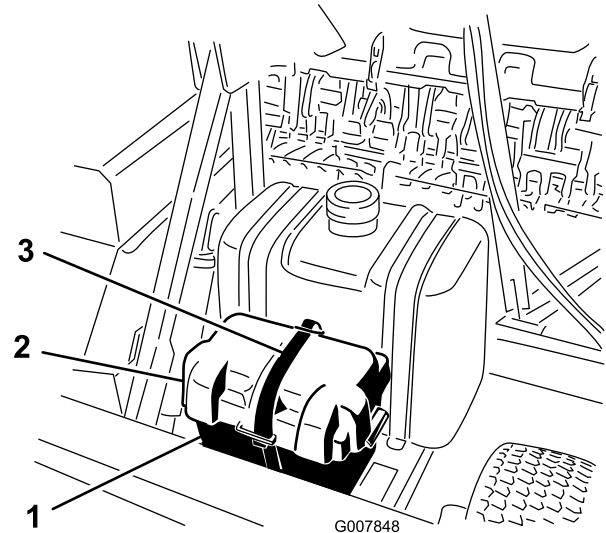

Figura 3
2. Retire la correa que sujeta la tapa de la batería a la caja de la batería (Figura 3).